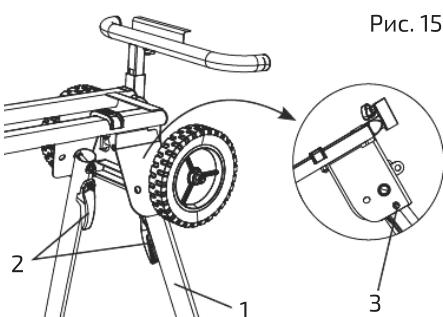

Рис. 15
1. Приподнять стойку со стороны колесиков и разложить ножку стойки (1), взвившись за блокировочный рычаг ножки стойки (2), чтобы разблокировать и перевести ножку стойки в разобранное положение. Центровочный штифт расположить в нижнем слоте (3) (рис. 15).